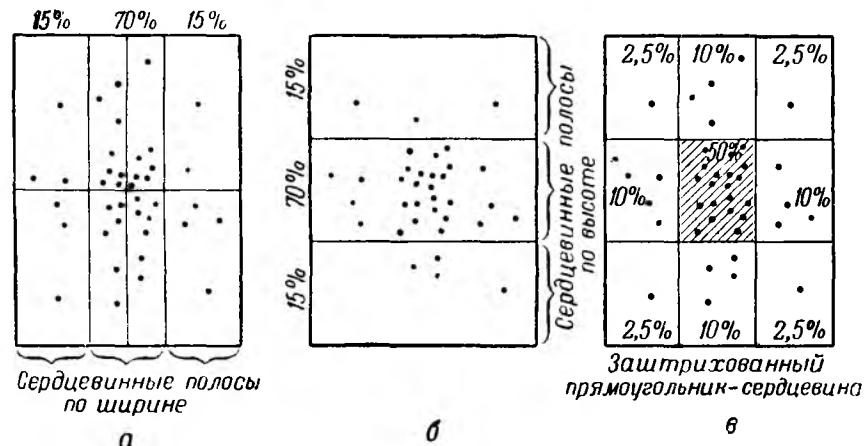

Рис. 62. Закон рассеивания выстрелов.
- б) вокруг средней точки попадания пробоины располагаются гуще, чем по краям (рис. 62);
стороны от горизонтальной линии, проведенной через среднюю точку попадания (рис. 62, а).
Сердцевинной полосой называют полосу, которая вмещает 70% всех пробоин и своей серединой совмещается с линией, проходящей через среднюю точку попадания (рис. 62, а, б).
Прямоугольник, образованный пересечением вертикальной и горизонтальной сердцевинных полос в центре площади рассеивания, называется сердцевиной (рис. 62, в). Сердцевина вмещает 50% всех попавших снарядов. Другая половина снарядов распределяется по остальным восьми прямоугольникам, образованным пересечением сердцевинных полос, причем в крайних угловых прямоугольниках будет вмещаться по 2,5% всех попавших снарядов, а в крайних средних прямоугольниках — по 10% всех попавших снарядов (рис. 62, в).